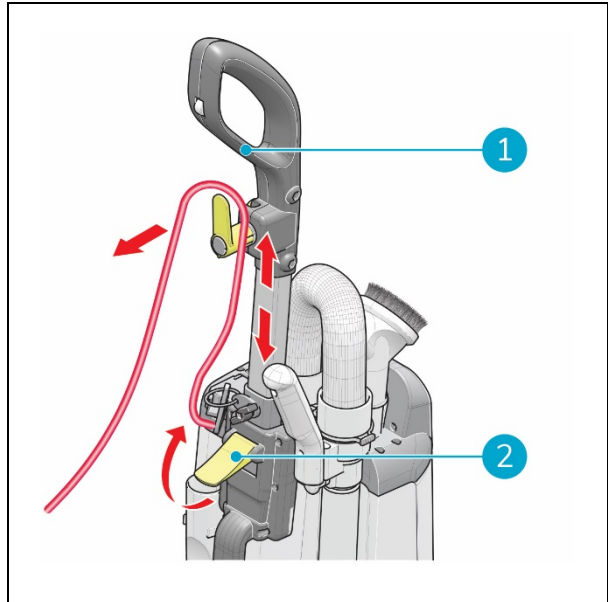

Figura 15
1. Abra o fecho (Figura 15, posição 2).
2. Ajuste a altura da pega (Figura 15, posição 1) para uma posição confortável.
3. Aperte o fecho (Figura 15, posição 2).